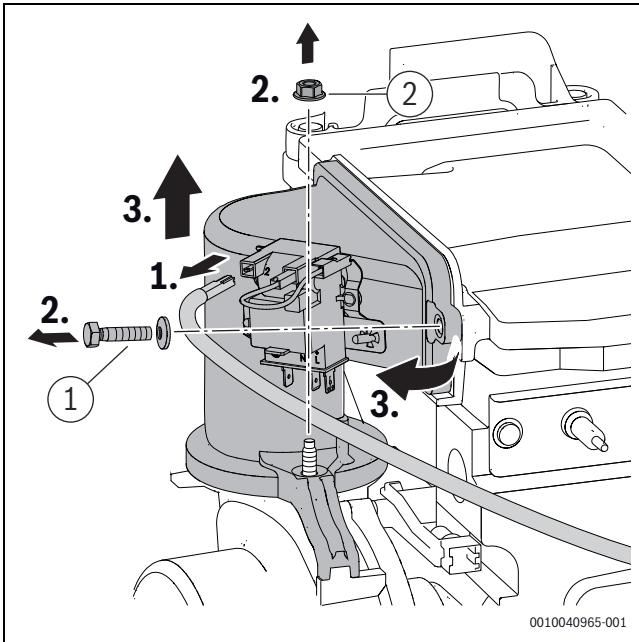

Bild 71 Mischeinrichtung ausbauen
- ▶ Schraube und Mutter ([1] und [2], Bild 71) an der Mischeinrichtung mit 5,5+0,5 Nm festziehen.